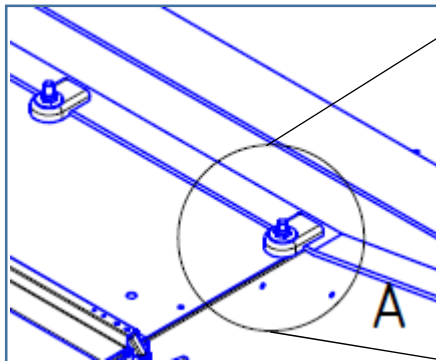
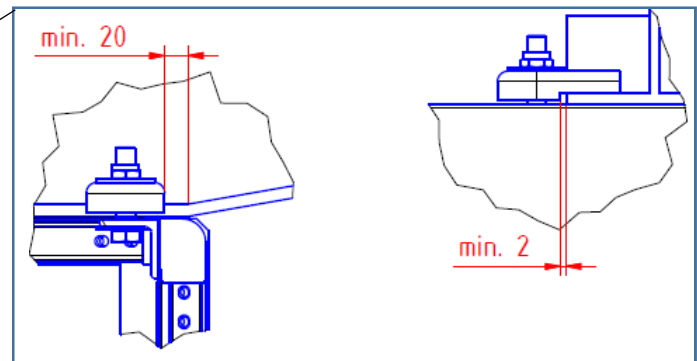

Abb.1
Abb.2
- Die Spannpratze muss einen Abstand von min. 2mm zum Hauptträgergurt haben (Abb.1 und Abb.2)
- Die Spannpratze muss einen seitlichen Abstand zu Rahmenkrümmungen, Schweißnähten und Kanten, Querträgern (Rahmen innen) von min. 20mm haben. (Abb.1 und Abb.2)